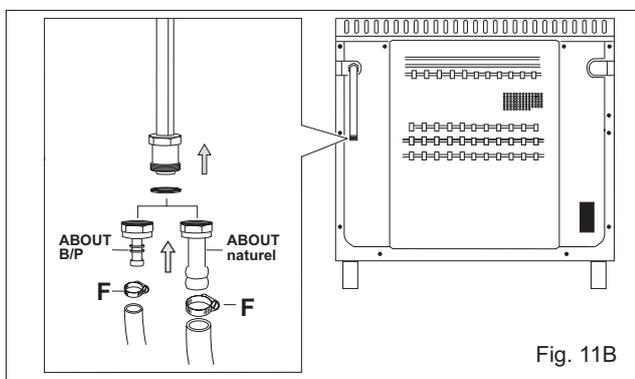

Fig. 11B
3) raccordement par tuyau souple suivant les normes en vigueur avec un about annelé. Le tube doit être monté sur le porte caoutchouc avec un collier de serrage (F) pour éviter toute fuite de gaz et visitable sur toute sa longueur (fig.11B).